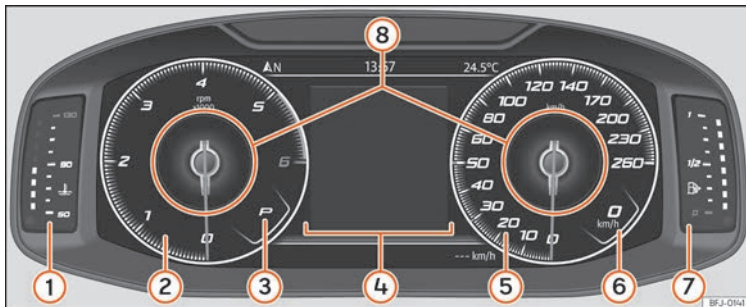

Abb. 127 SEAT Digital Cockpit in der Schalttafel (klassische Ansicht).
Die in der *Klassischen Ansicht* und in der Ansicht *Halbkreisförmige Instrumente* angezeigten Informationen können in den **Informationsprofilen** » **Abb. 127** ⑧ personalisiert werden.
gesamte Länge angezeigt »» Abb. 127.